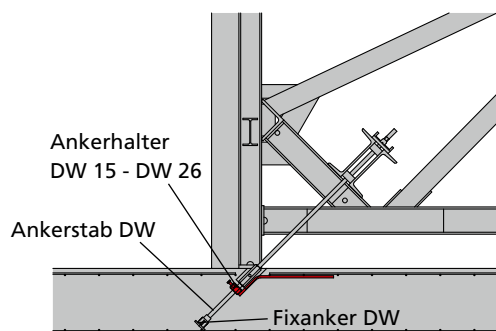
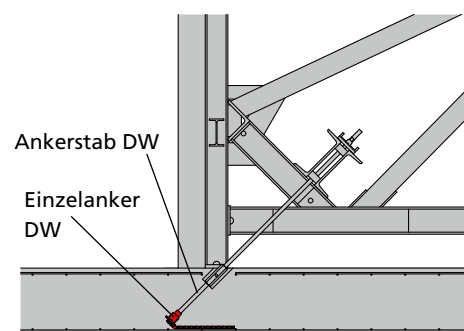

Abb. 14.2 Ankerhalter DW 15 - DW 26 mit Ankerstab DW
Abb. 14.3 Einzel-/Doppelanker mit Ankerstab DW
■ Ankerstäbe DW 15, 20 und 26,5 können mit Ankerhalter DW 15 - DW 26 (Abb. 14.2), Einzelanker DW 15, 20 und 26 oder mit Doppelanker DW 15 und 20 (Abb. 14.3) eingesetzt werden.
■ Verankerungsschlaufen 15 und 20 können nur mit Ankerhalter DW 15 - DW 26 (Abb. 14.3) eingesetzt werden.